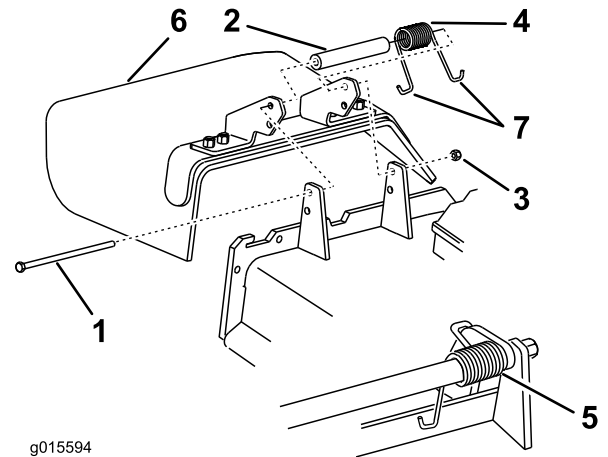

Figura 100
1. Retire la contratuerca, el perno, el muelle y el espaciador que sujetan el deflector a los soportes de pivote (Figura 100). Retire el deflector de hierba dañado o desgastado.
Nota: Asegúrese de colocar un extremo en J del muelle detrás del reborde de la carcasa antes de instalar el perno, según se muestra en Figura 100.
3. Instale el perno y la tuerca. Coloque un extremo en J del muelle alrededor del deflector de hierba (Figura 100).